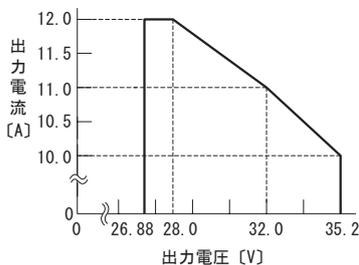

図3.8 出力電流ディレーティング (CQHS3504832)
(5) 出力電流ディレーティング (CQHS3504832)
■CQHS3504832は出力電圧を定格出力電圧以下に可変する場合、図3.8のように出力電流を増やすことができます。